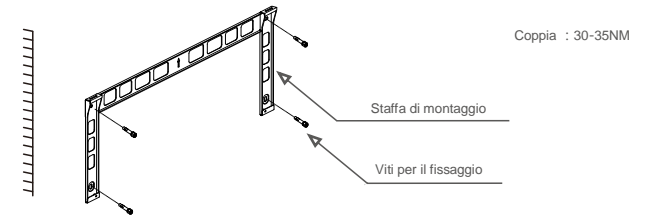
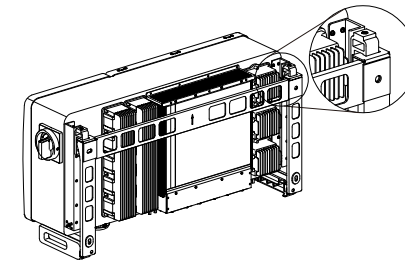

Figura 3.6 Montaggio a parete dell'inverter
Figura 3.7 Installazione dell'inverter
Fare riferimento alla figura 3.6 e alla figura 3.7 L'inverter deve essere montato verticalmente. Di seguito sono elencati i passaggi per l'installazione dell'inverter.
1. Facendo riferimento alla Figura 3.6, praticare i fori per le viti di montaggio in base al diametro del foro della staffa, utilizzando un trapano di precisione e mantenendolo perpendicolare alla parete. La profondità massima è di 90 mm.
2. Assicurarsi che la staffa sia in posizione orizzontale e che i fori di installazione (illustrati in figura 3.6) siano contrassegnati correttamente. Praticare i fori nel muro in corrispondenza dei segni.